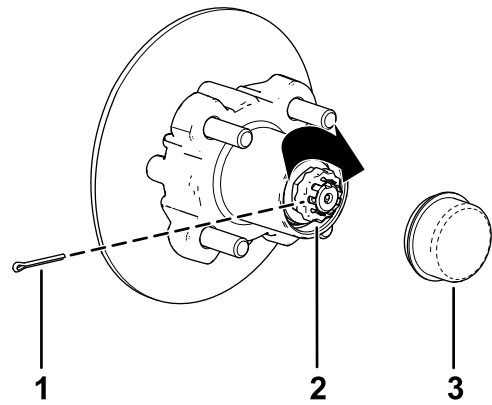

Figura 43
8. Instale o retentor por cima da porca e verifique o alinhamento da ranhura no retentor e o orifício no eixo para o contrapino (Figura 43).
9. Coloque o contrapino e dobre as pernas em torno do retentor (Figura 43).
10. Coloque o tampão antipoeira no cubo (Figura 43).